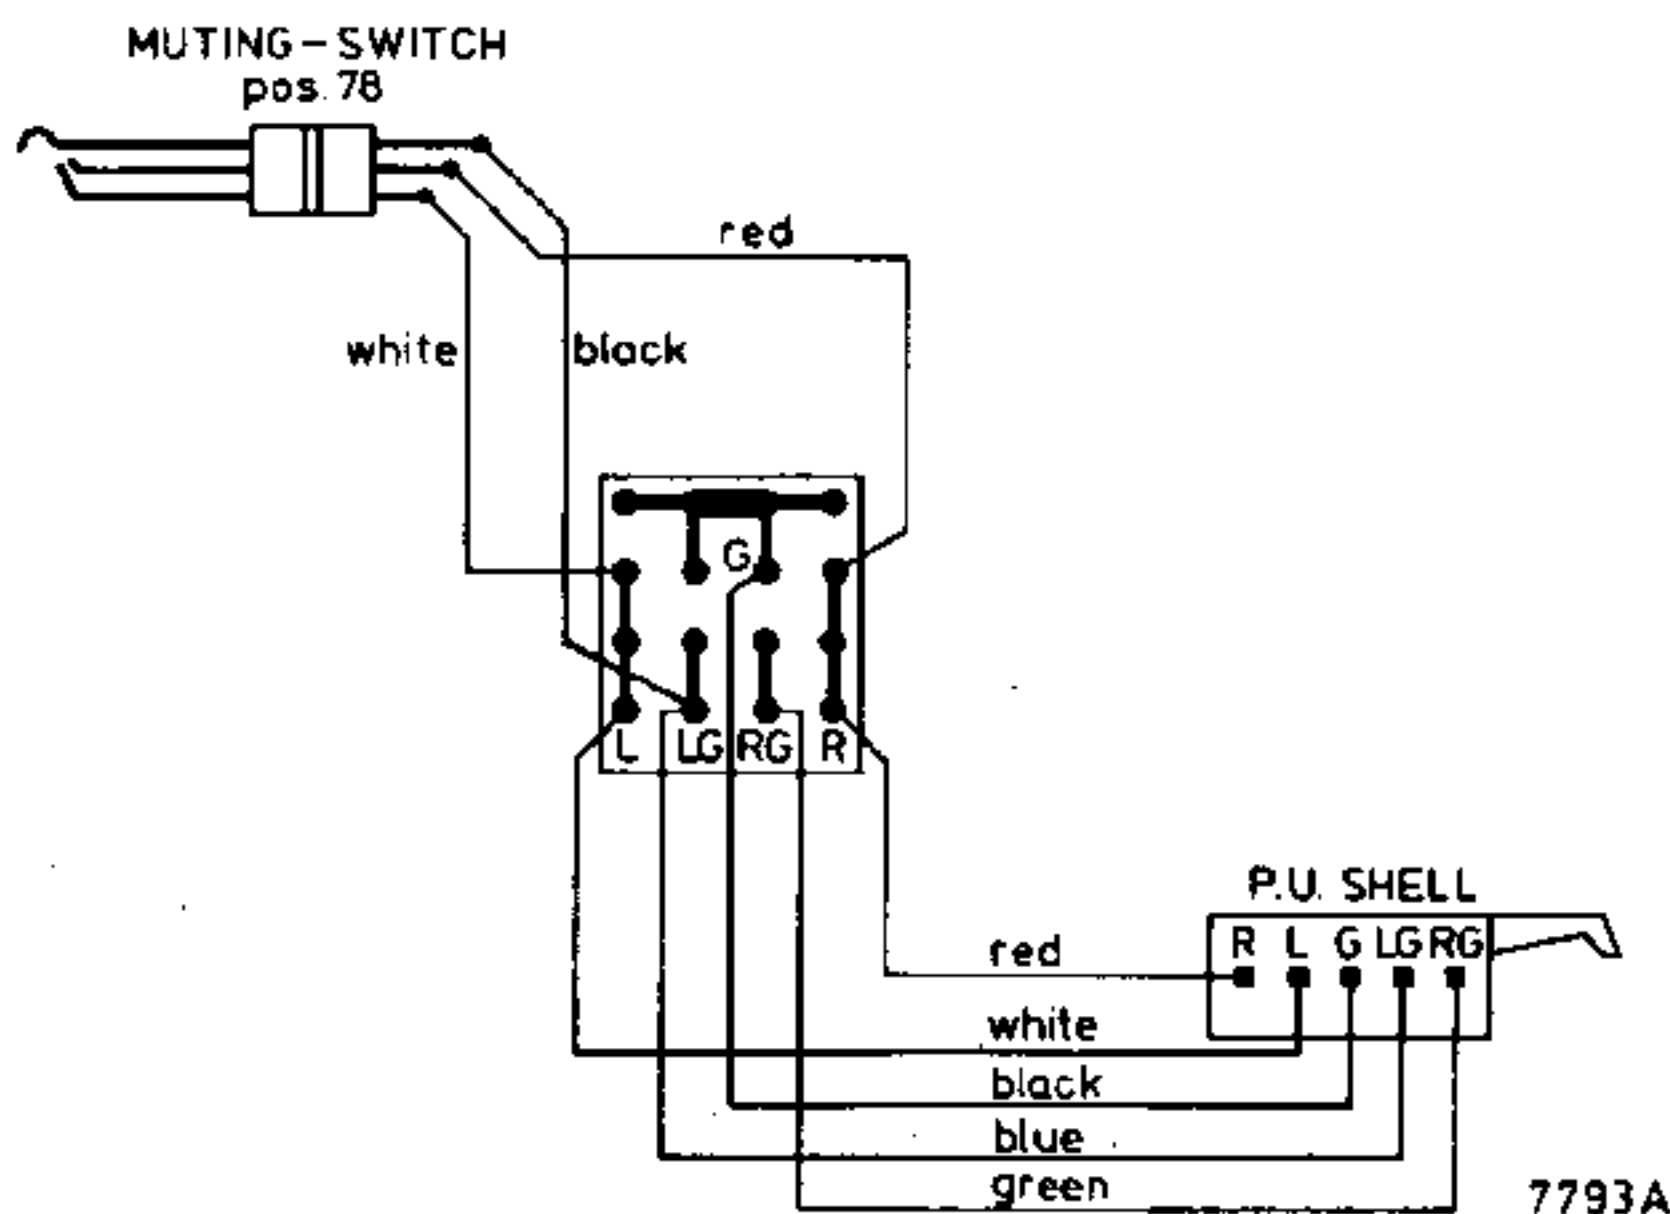

Fig. 1
b. Tijdens de produktie is de bedrading van het printplaatje gewijzigd (zie Fig.1). Reden: Het voorkomen van eventuele brom bij het gebruik van de voorversterker 22 GH 915.
- b. En cours de production le câblage de la petite platine, a été modifié (voir fig.1).